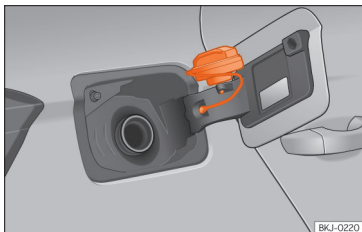

Fig. 186 Tampa do depósito com o tampão encaixado.
- Coloque-a no espaço existente na dobradiça da tampa aberta »» **Fig. 186**.